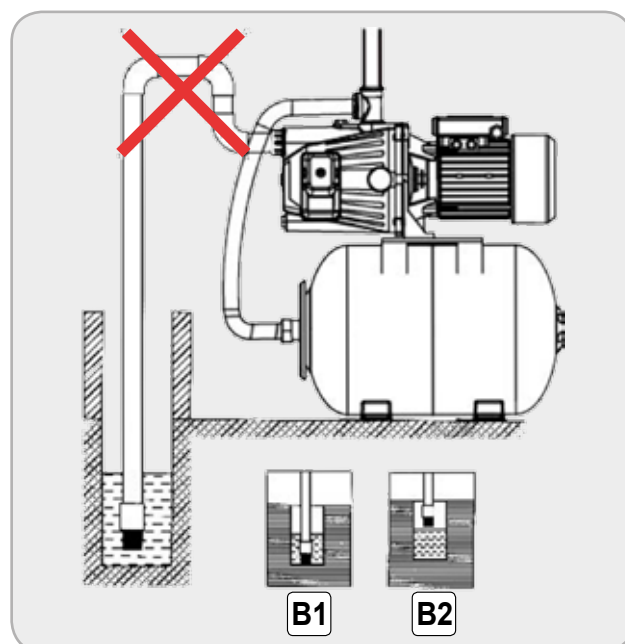

Fig.9
- **Incorectă** - vezi Fig.9.
Sorbul de admisie (10) trebuie amplasat vertical și la 30 cm de fundul apei pentru a evita aspirarea de impurități, nisipuri sau pietre (Fig.9 B1).
Dacă hidroforul preia apa din puțuri sau bazine, trebuie să controlați scăderea nivelului apei în timpul funcționării. Dacă sorbul de admisie ajunge deasupra suprafeței apei (Fig.9 B2), hidroforul va funcționa în gol și trebuie oprit.